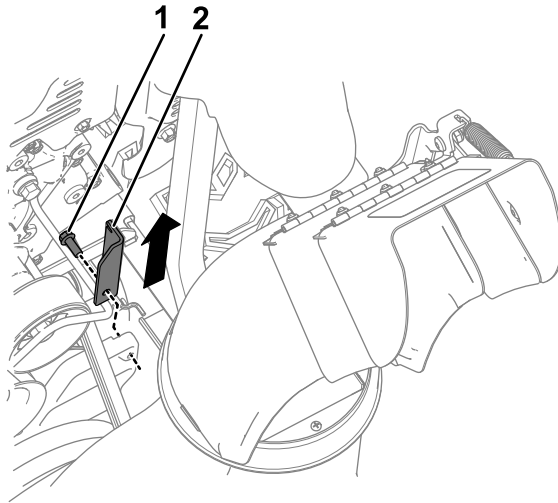

Figura 3
4. Retire la placa de tracción existente de la placa de la rueda de fricción retirando el perno que la sujeta (Figura 3).